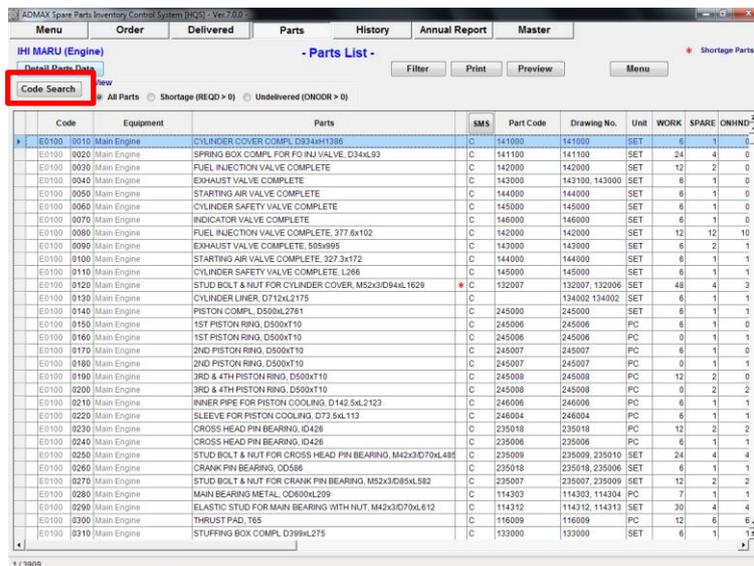

図 17.1 Parts List
1. “Parts List Screen” (図.17-1)の[Code Search] ボタンをクリックします。